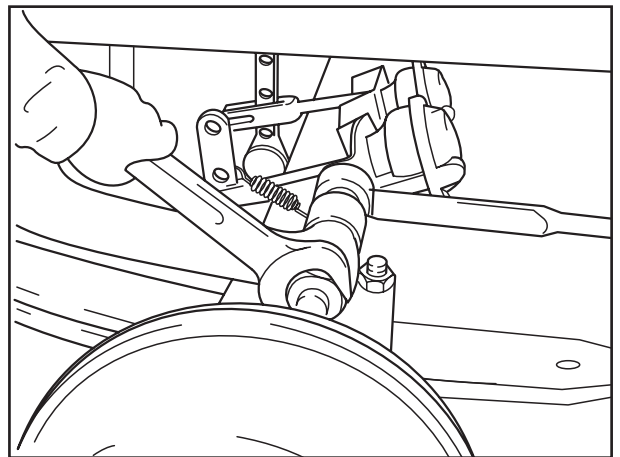

Fig. 5
- [9] Neue Sicherungsmuttern aufschrauben, nicht festziehen (Fig. 5).
- [9] Screw on new lock nuts. Do not tighten (Fig. 5).
- [9] Visser de nouveaux écrous de sûreté sans les serrer (fig. 5).